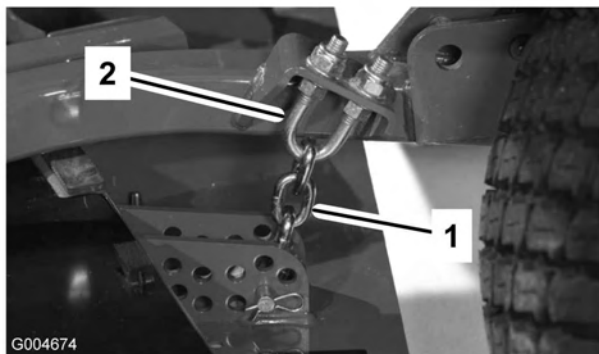

Figure 85
1. Desserrez les écrous de blocage en haut ou en bas de l'étrier fileté de la chaîne de hauteur de coupe (Figure 85).